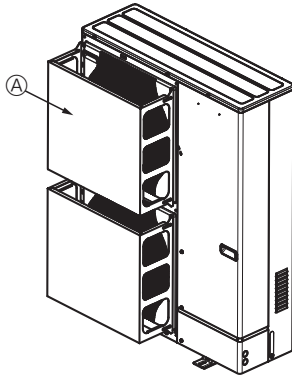

Fig. 2-4
- ② Installieren Sie eine als Sonderzubehör erhältliche Luftschutzführung, wenn die Anlage an einem Aufstellort installiert ist, an dem die Gefahr besteht, dass starker Wind direkt in die Luftaustrittsöffnung bläst. (Fig. 2-4)